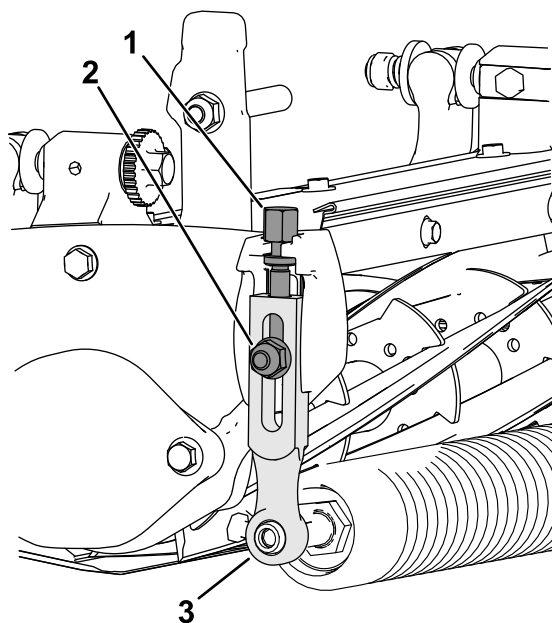

Figura 14
1. Allentate i dadi di bloccaggio che fissano i bracci dell'altezza di taglio alle piastre laterali dell'apparato di taglio (**Figura 14**).